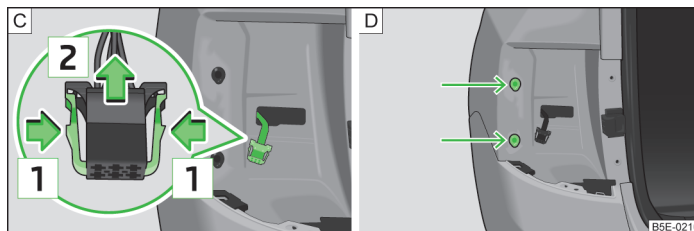

Fig. 224 Comutatorul lămpii / Montarea lămpii
- Comprimați ambele tastele de blocare în sensul săgeții 1 » fig. 224 - C.
- Introduceți lampa vertical în locașurile din caroserie » fig. 224 - D.